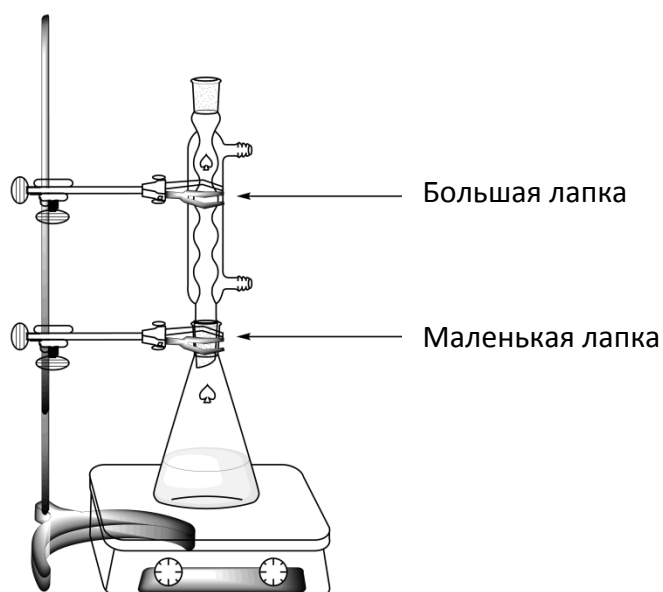

Рисунок 1. Установка для кипячения реакционной смеси с обратным холодильником
2. **Проведите** перекристаллизацию неочищенного продукта, находящегося в конической колбе со шлифом на 50 мл. Для этого соберите установку для кипячения с обратным холодильником (рис. 1) и используйте минимально необходимое количество приготовленной водно-этанольной смеси. Для того, чтобы включить нагревание и воду, пригласите лаборанта, **подняв** карточку HELP. При необходимости, добавляйте водно-этанольную смесь порциями через верхнее отверстие холодильника.